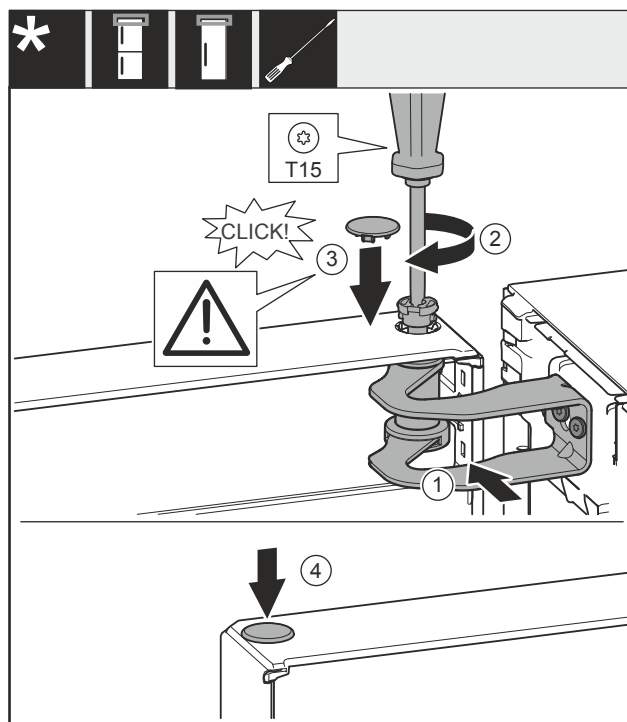

Fig. 24
- Poravnajte vrata prema otvoru u podlošku ležaja Fig. 24 (1).
- Umetnite svornjak Fig. 24 (2) i pritegnite ga odvijačem.
- Postavite poklopac Fig. 24 (3).
- Provjerite da poklopac Fig. 24 (3) naliže na vrata.
- Postavite poklopac Fig. 24 (4).